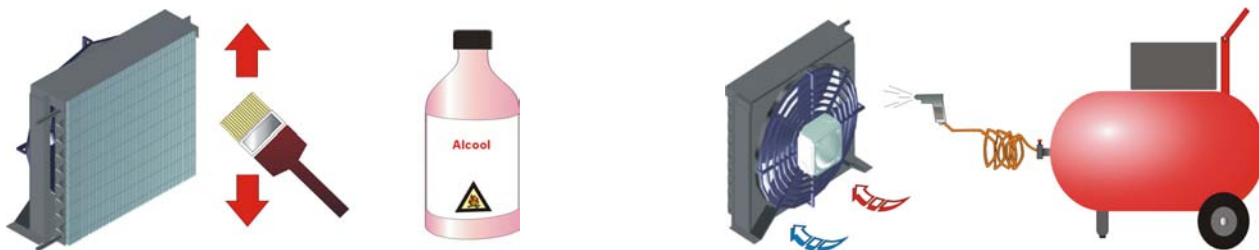

Fig. 6
- A l'aide d'un jet d'air ou d'un pinceau sec à poil rigide et/ou d'une brosse, éliminer, avec un mouvement vertical (comme indiqué par la Fig. 6) la poussière et le duvet sur les ailettes.